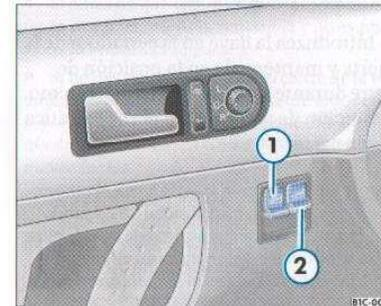

Fig. 15 Detalle de la puerta del conductor: mandos para todas las ventanillas
- Pulse la tecla ⇒ fig. 15 ① o ② para abrir la ventanilla correspondiente.
Las teclas de la puerta del conductor ⇒ página 31, fig. 15 ① y ② tienen dos posiciones para la apertura de las ventanillas y otras dos para el cierre. De este modo es más fácil controlar las operaciones de apertura y cierre.